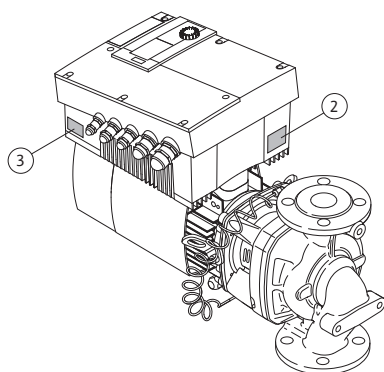

Fig. 12: Placering af typeskiltene:
- Drevtypeskiltet befinder sig på elektronikmodulet på siden med kabelgennemføringerne (fig. 12, pos. 3). Den elektriske tilslutning skal udføres iht. angivelserne på drevtypeskiltet.